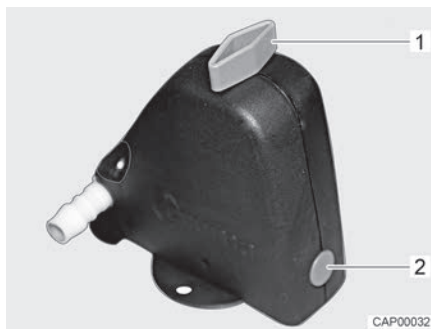
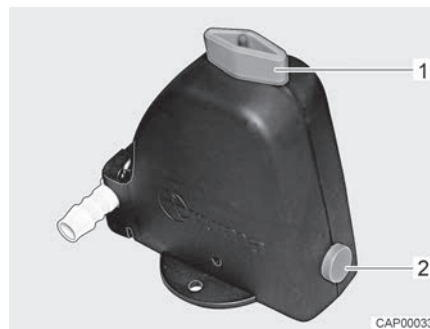

Fig. 76 Valve de sécurité et de vidange fermée
Fig. 77 Valve de sécurité et de vidange ouverte
- Ouvrir la valve de sécurité et de vidange (Fig. 76). Tourner le bouton rotatif (Fig. 76,1) dans le sens longitudinal par rapport à la valve de sécurité et de vidange. Le bouton-poussoir (Fig. 76,2) ressort. La valve de sécurité et de vidange ouverte est représentée à la Fig. 77.